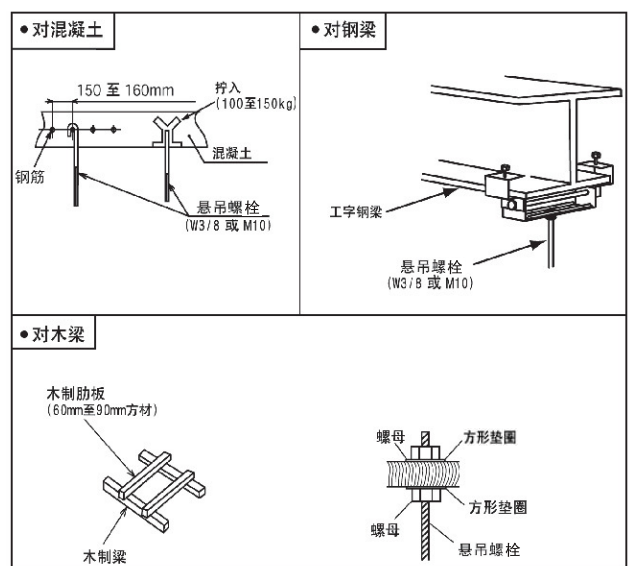

图 4.4 悬吊螺栓的固定
(3) 确保吊顶水平，否则冷凝水无法排出。
(4) 加强吊顶的开孔部。
(5) 如图4.4所示，固定悬吊螺栓。